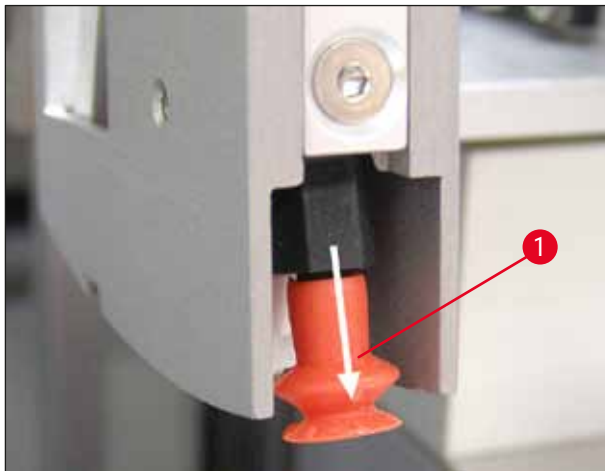

Fig. 51
- Sugerkoppene må byttes hvis de har synlig deformasjon eller skade. Dette gjøres ved å trekke sugerkoppene nedover og av ved hjelp av fingrene (→ Fig. 51) og bytte dem med nye sugerkopper.